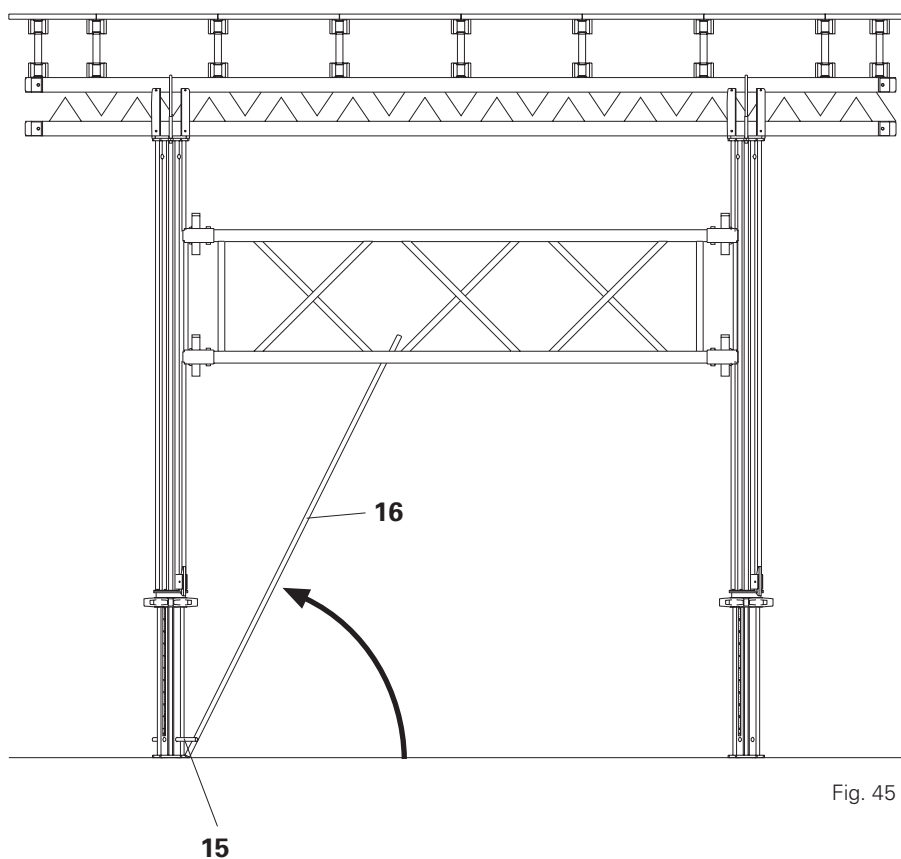

Fig. 45
2. Ryk dækbordet med brækstangen **16**. **Fig. 45**